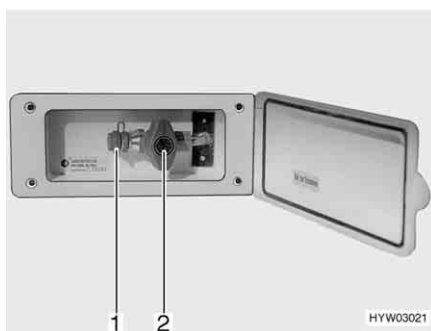

Fig. 88 Presa gas esterna (rubinetto di arresto del gas chiuso)
La presa gas esterna (Fig. 88) si trova, a seconda del modello, nella parte posteriore o sul lato destro o sinistro del veicolo.
- Collegare l'apparecchio a gas esterno all'attacco (Fig. 88,1).
- Aprire il rubinetto di arresto del gas (Fig. 88,2).